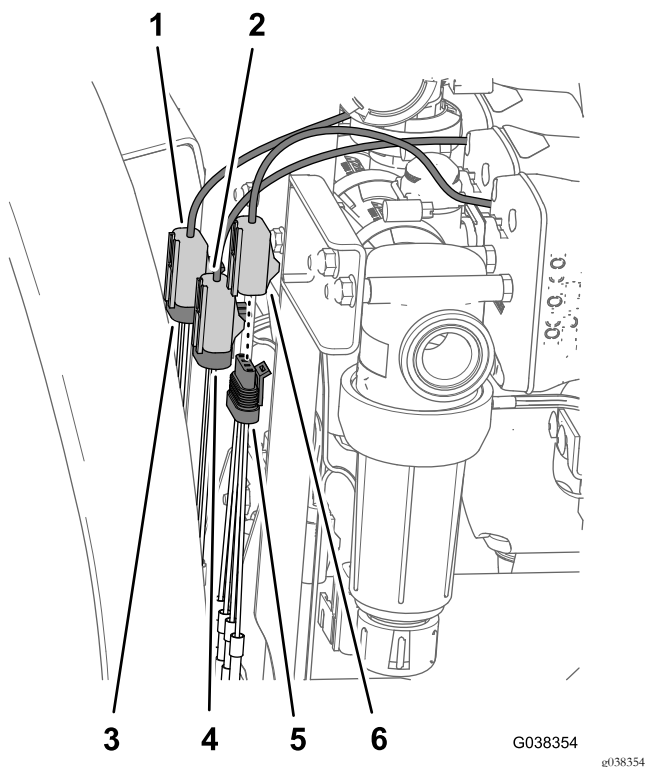

图57
1. 将带有主喷洒阀标签的 3 针阀门线束接入主喷洒阀的 3 插槽接头 图57。
2. 将带有搅拌阀标签的 3 针阀门线束接入搅拌阀的 3 插槽接头 图57。
3. 将带有喷洒率阀标签的 4 针阀门线束接入喷洒率阀的 4 插槽接头 图57。